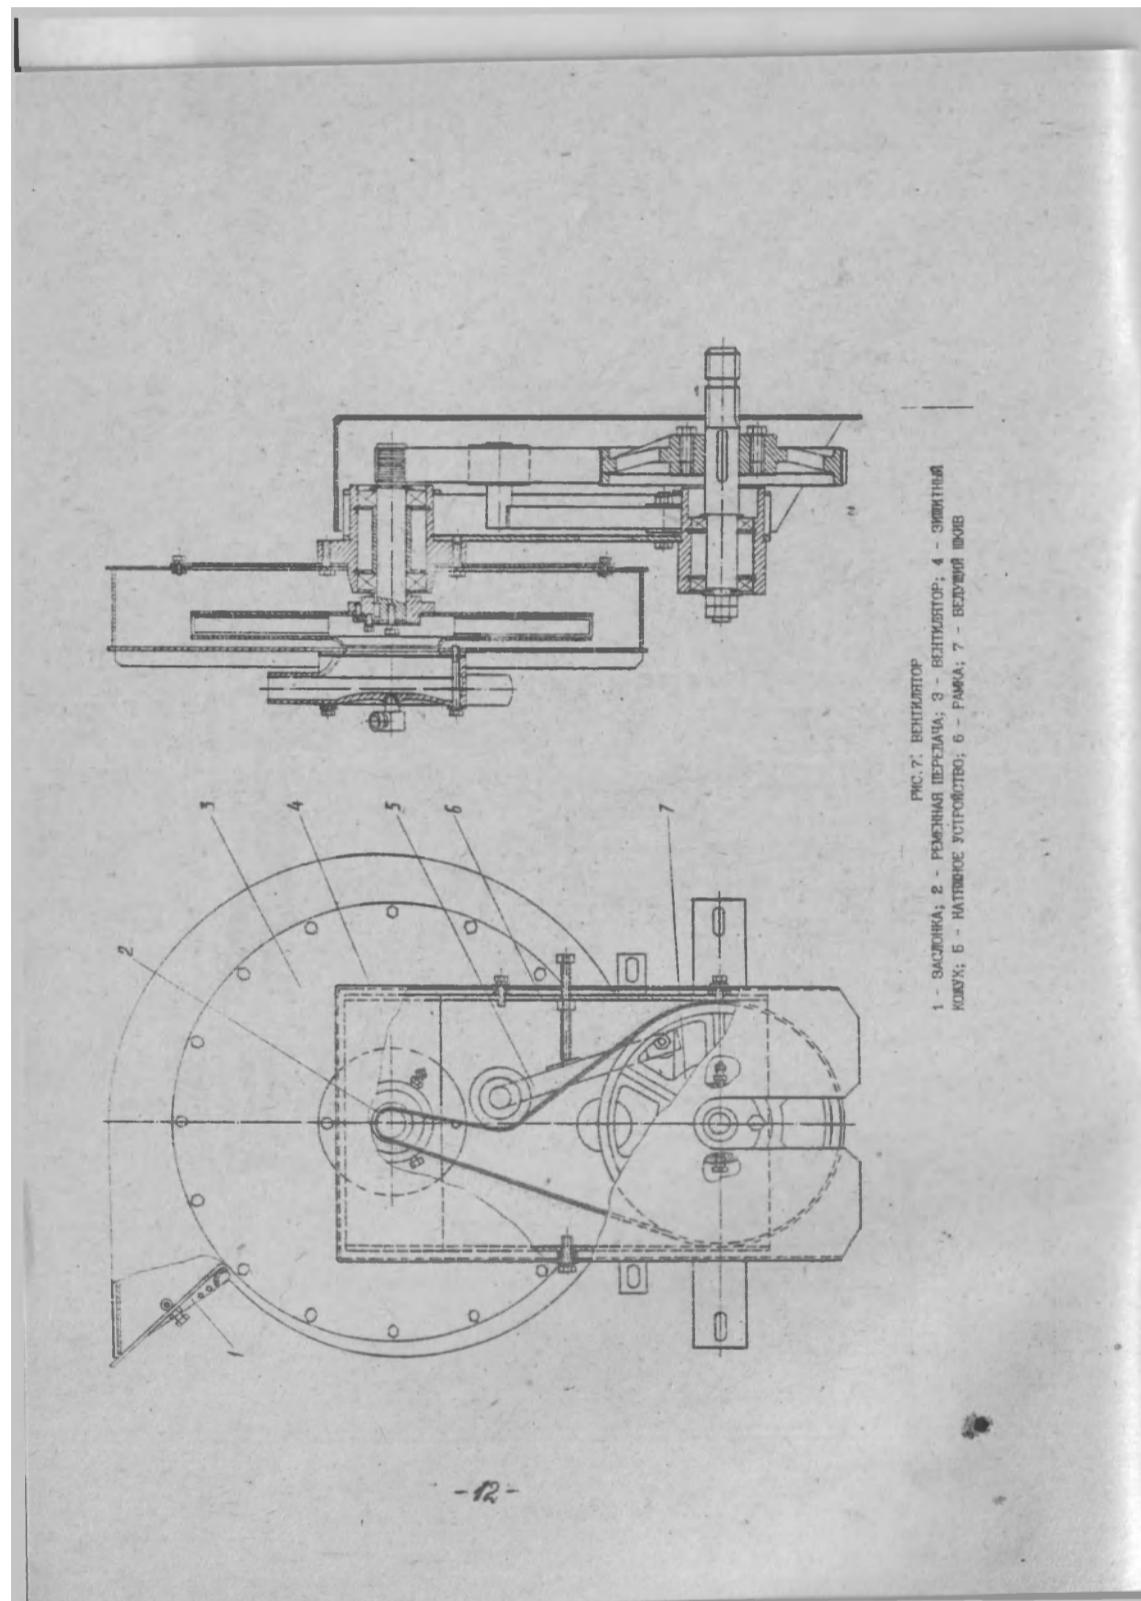

Рис. 7. ВЕНТИЛОПОДАЧА
3.5 Вентилятор (рис.7) центробежного типа с механизмом привода и системой воздуховодов служит для создания разрежения в вакуумной камере высевающих аппаратов. Вентилятор состоит из собственно вентилятора 3, ременной передачи 2, натяжного устройства 5, рамки 6 на которой крепится защитный кожух 4, ведущего